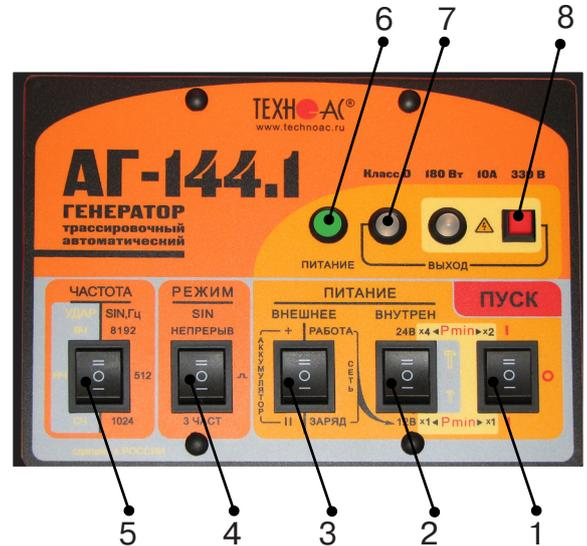

рис. 4.3
Включить питание клавишей включения питания поз.1 **рис.4.3** в одно из положений «I», в зависимости от выбираемой мощности. При свечении индикатора «Питание» поз.6 желтым цветом следует зарядить внутренние аккумуляторы, свечение зеленым цветом - можно приступать к работе.
1) Открыть крышку. Выбрать переключателем «ЧАСТОТА» поз. 5 **рис.4.3** необходимую частоту синусоидальной генерации (512 / 1024 / 8192Гц).
2) Выбрать переключателем «РЕЖИМ SIN» поз. 4 **рис.4.3** необходимый вид синусоидальной генерации (непрерыв//3част).
Переключатель поз.3 **рис.4.3** установить в положение «работа».
Переключателем напряжения внутреннего питания поз.2. **рис.4.3** установить первый коэффициент выбора мощности генерации.
4) Включить питание клавишей включения питания поз.1 **рис.4.3** в положение соответствующее второму коэффициенту выбора мощности
5) Начнется генерация и автосогласование с постепенным возрастанием напряжения на выходе. Здесь следует наблюдать за цветом индикатора «ВЫХОД» поз.7 **рис.4.3**. Если автосогласование закончилось зеленым свечением – заданная мощность достигнута. Если желтым – сопротивление нагрузки слишком велико для заданной мощности при выходном напряжении ограниченном «по умолчанию» на «безопасном» уровне 24 В.
Для запуска «неограниченного» режима следует включить питание (переключателем «ПУСК») при нажатой красной кнопке «» поз.8 **рис.4.3** и удерживать ее до засвечивания красного индикатора «». Мигание этого индикатора обозначает потенциальную «опасность». Непрерывное свечение обозначает реальное наличие на выходе напряжения $\geq 24\text{В}$.
1) Выключить питание генератора клавишей включения питания поз.1 **рис.4.3**, установив ее в положение «0».